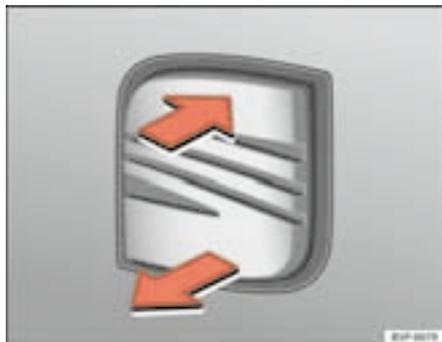
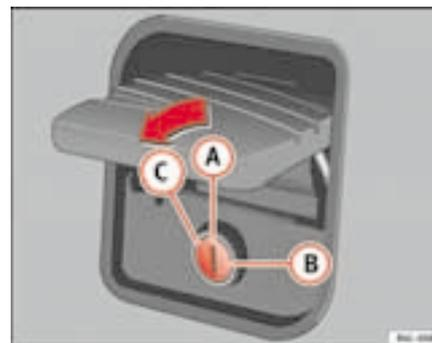

Fig. 49 Portón trasero: apertura desde fuera
Fig. 50 Cerradura del portón trasero
- Tire de la maneta y levante el portón ⇒ fig. 49. El ojo de la cerradura debe estar en posición vertical ⇒ fig. 50 **A**
Con el ojo de la cerradura **A** ⇒ fig. 50 en posición vertical, el portón se abre y se cierra automáticamente mediante el cierre centralizado. Además el portón se puede abrir y cerrar con la llave.
Estando el ojo de la cerradura en posición horizontal **B** ⇒ fig. 50, una vez cerrado el portón trasero, queda permanentemente bloqueado y sólo se podrá abrir con la llave principal.
Para abrir el portón hay que girar la llave hasta el tope **C** ⇒ fig. 50 en el sentido de la flecha. En esta posición, la llave no podrá sacarse de la cerradura. ▶